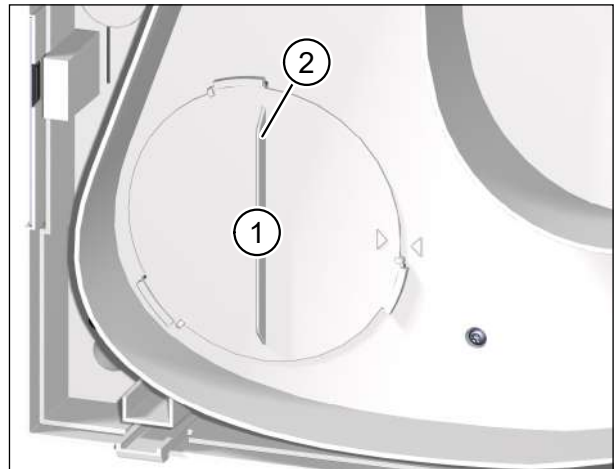

Abb. 21: Außenluftfilter entfernen
- ▶ Drehen Sie den Filterdeckel (Pos. 1 in Abb. 21) an der Griffleiste (Pos. 2 in Abb. 21) gegen den Uhrzeigersinn, bis sich der Filterdeckel aus den Halterungen gelöst hat.
- ▶ Kontrollieren Sie die Position des Filterdeckels. Die Griffleiste muss senkrecht stehen und der Pfeil auf dem Filterdeckel muss mit dem Pfeil der Arretierposition fluchten (siehe Abb. 21 auf Seite 37).